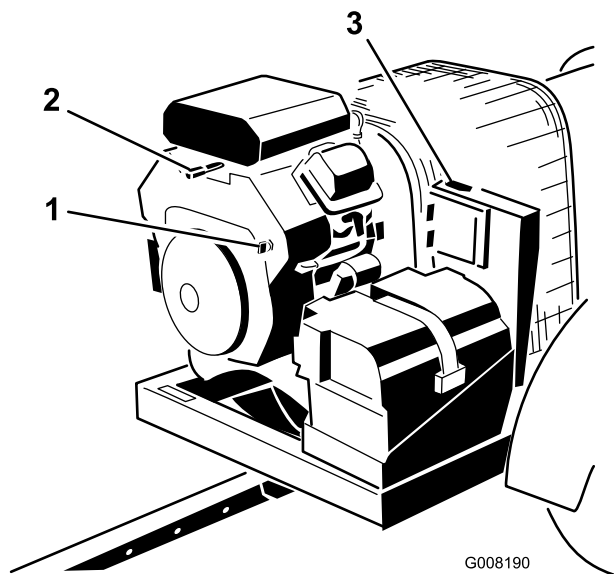

Figura 9
3. Girate la chiave di accensione sulla posizione "START" e rilasciatela rapidamente nella posizione "ON" (Figura 9). In tal modo si attiva il ricevitore.
- Se lasciate la macchina, girate la chiave in posizione OFF e toglietela dal motore (Figura 9).